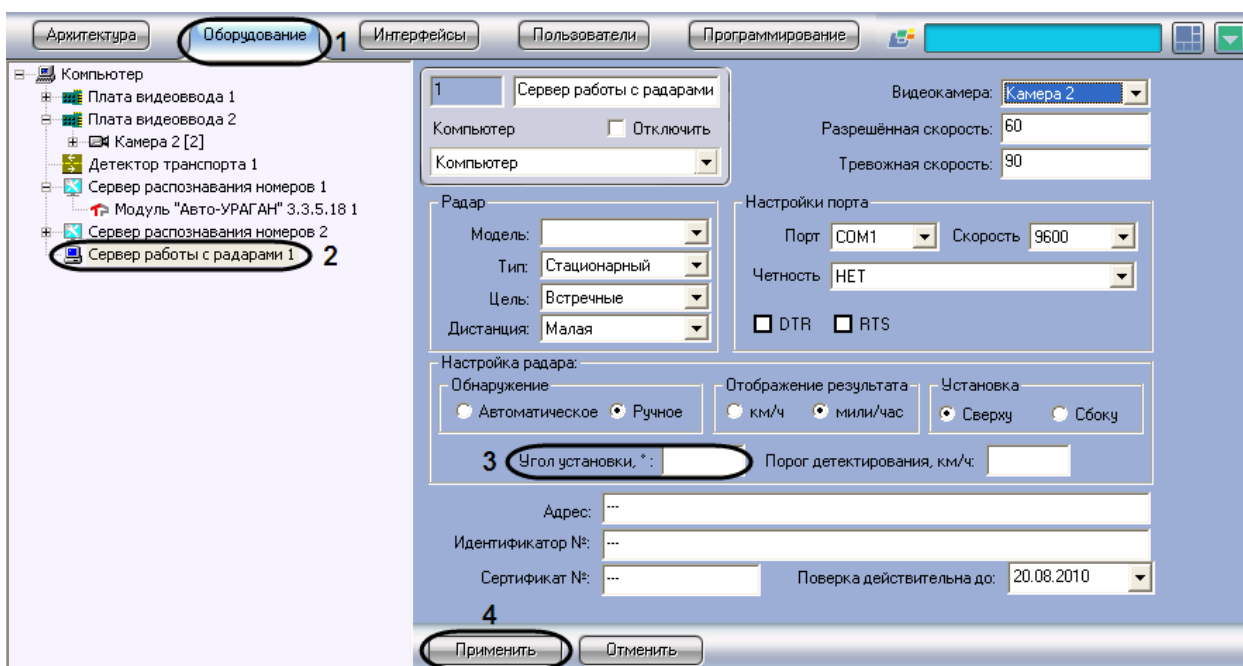

Рис. 7.3-12. Указание угла наклона устройства «Радар» над дорогой
1. В диалоговом окне «Настройка системы» перейти на вкладку «Оборудование» (см. Рис. 7.3-12, 1).
2. В дереве объектов на вкладке «Оборудование» выбрать объект «Сервер работы с радаром», соответствующий настраиваемому программному модулю «Радар» (см. Рис. 7.3-12, 2). В правой части вкладки «Оборудование» отобразится панель настройки выбранного объекта.
3. Задать в поле «Угол установки,0» угол наклона устройства «Радар» над полосой дорожного движения (см. Рис. 7.3-12, 3).
4. Нажать кнопку «Применить» (см. Рис. 7.3-12, 4).